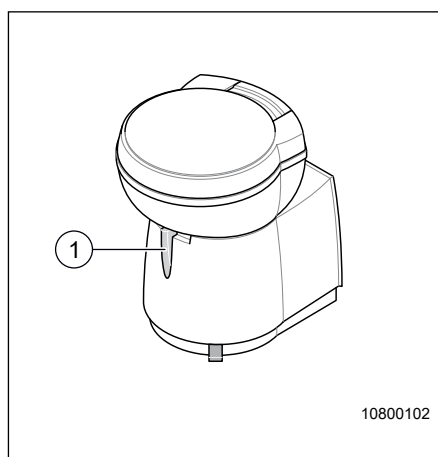

Fig. 68 Chasse de WC
Pour actionner la chasse, actionner le levier (Fig. 68, pos 1) sur la face inférieure du WC.